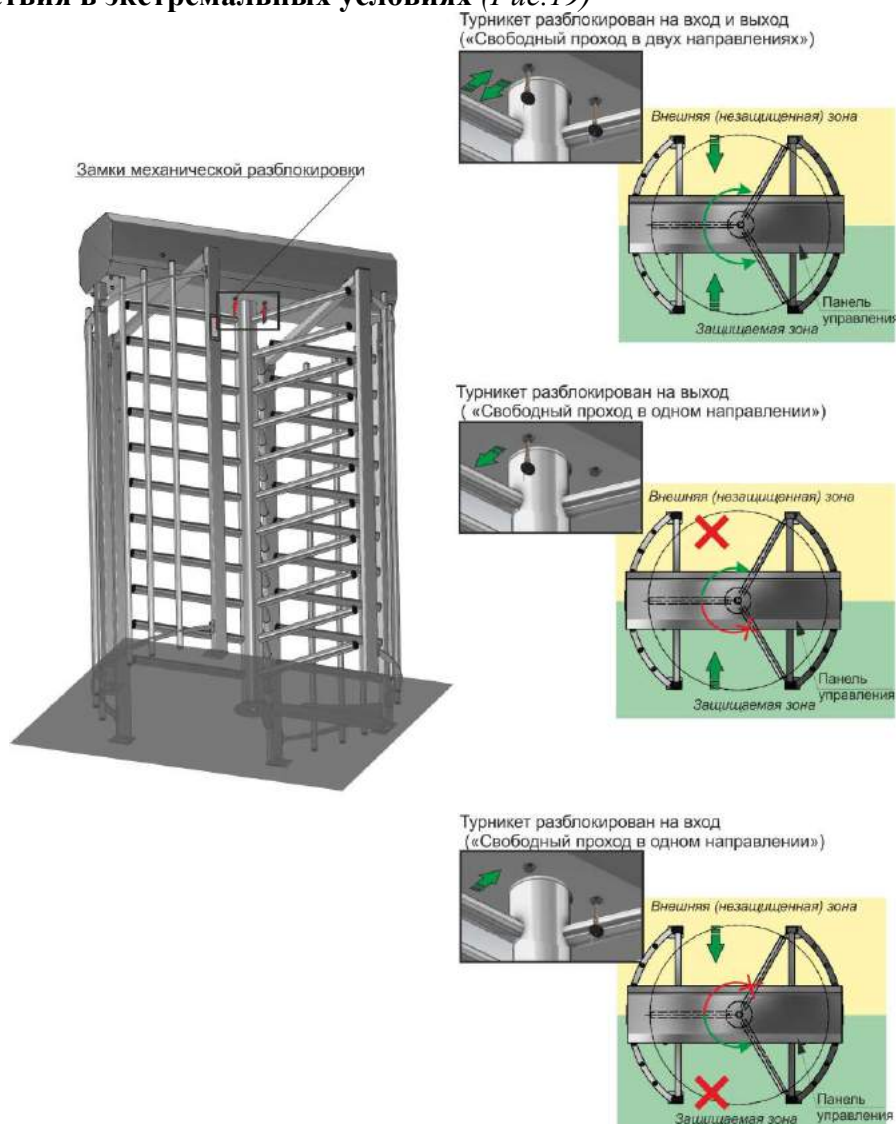

Рис.19– Принцип работы механической разблокировки полноростовых турникетов «SESAME»
**Действия в экстремальных условиях (Рис.19)**